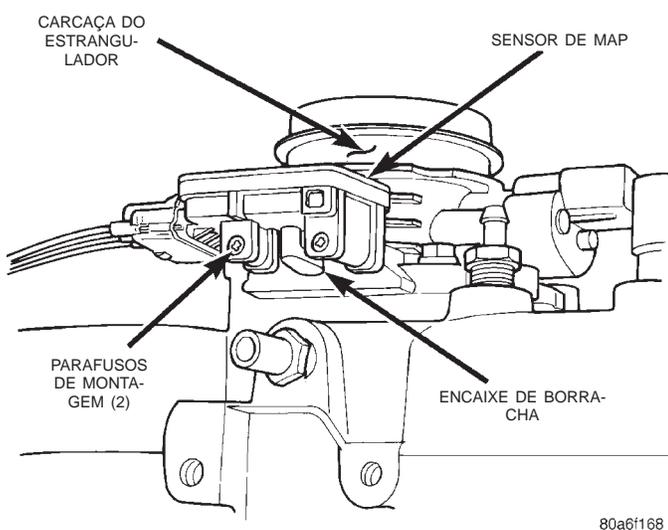

Fig. 33 Encaixe de Borracha em "L"—Sensor de MAP à Carcaça do Estrangulador
(1) Verifique o encaixe de borracha em "L" do sensor de MAP ao corpo da válvula (Fig. 33). Conserte-o conforme necessário.